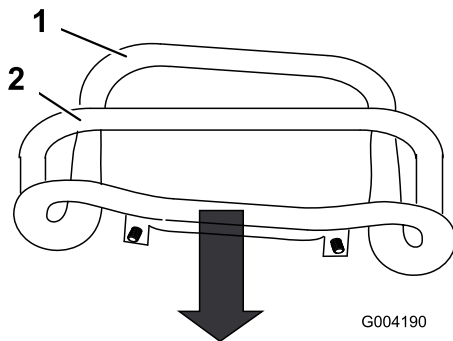

Figura 52
3. Tirare all'indietro il comando della trazione, spostandolo con un movimento rettilineo, in modo che la parte anteriore del comando venga a contatto con la barra di riferimento (Figura 52).